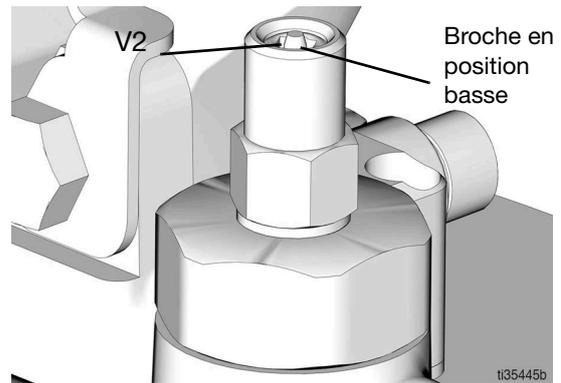

FIG. 14
1. Tirer le bouton de décompression de la vanne (FF) et le retenir suffisamment longtemps pour relâcher la pression de la conduite entre la vanne de remplissage (EE) et la vanne du mécanisme d'arrêt du remplissage automatique (V).
2. Vérifier que la broche du mécanisme d'arrêt du remplissage automatique (V2) est baissée, ce qui indique qu'elle est réinitialisée (FIG. 14).